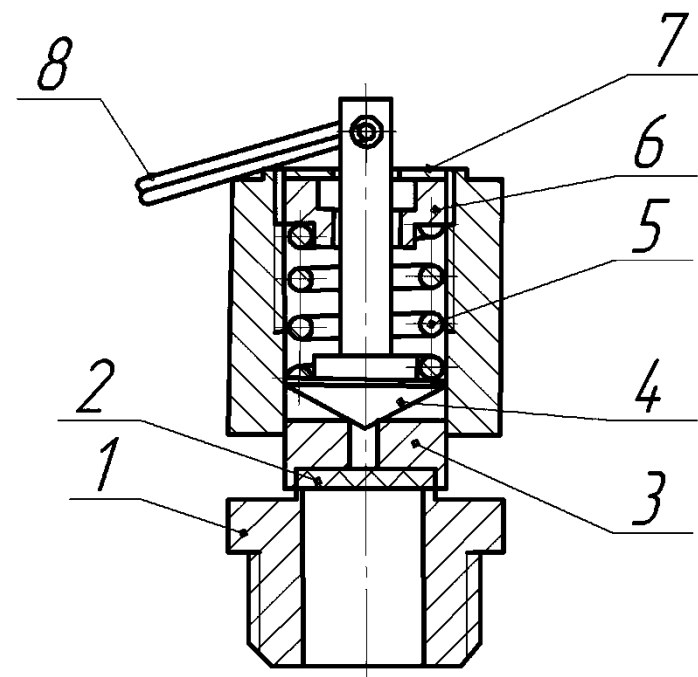

Рисунок 11. Клапан предохранительный.
**Предохранительный клапан** (рисунок 11) служит для защиты ресивера от превышения давления выше допустимого.